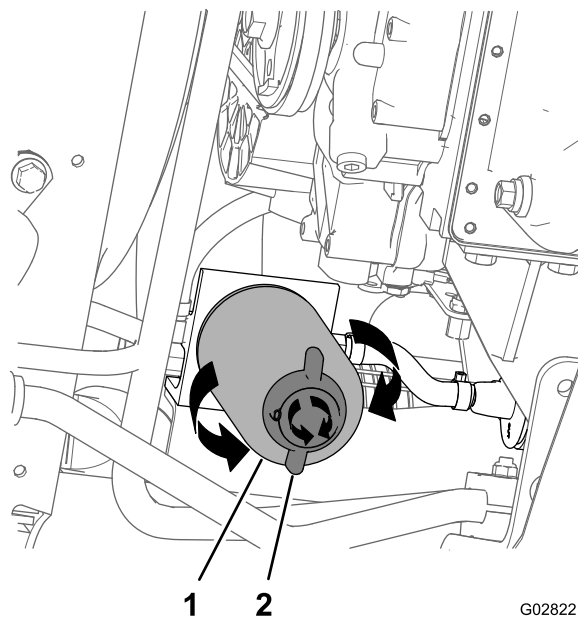

Рисунок 75
4. Поместите сливной поддон под топливный фильтр; см. Рисунок 75 в разделе Замена фильтра водоотделителя \(страница 67\).
2. Установите сливной поддон под фильтр водоотделителя (Рисунок 75).
3. Поверните сливной клапан в нижней части фильтра водоотделителя против часовой стрелки (Рисунок 75).
4. Очистите область вокруг фильтра водоотделителя и крепления переходника фильтра (Рисунок 75).
5. Снимите фильтр водоотделителя (Рисунок 75).
9. Убедитесь, что сливной кран в нижней части фильтра водоотделителя завернут до упора по часовой стрелке (Рисунок 75).